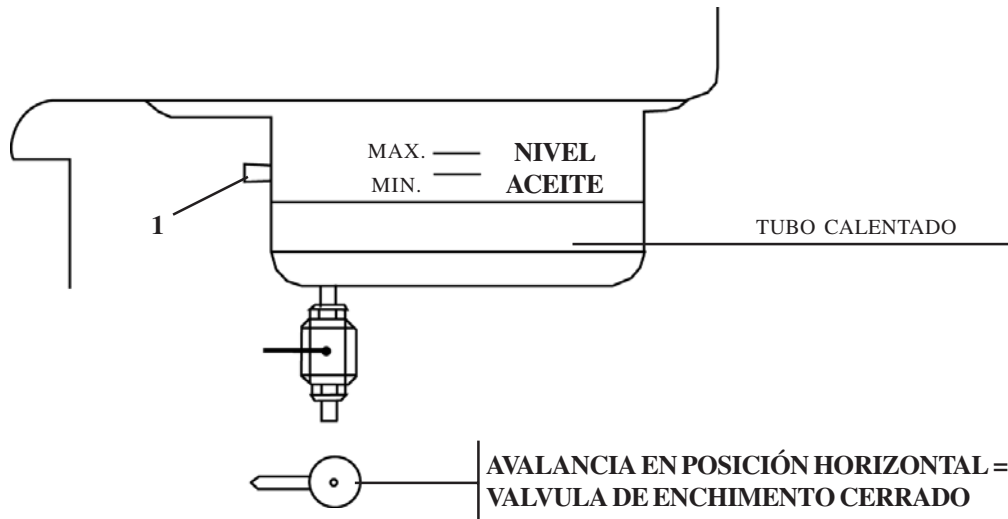

Fig. 8
- Sacar el tubo del casquillo (Fig. 8, pos. 1).
- ATENCIÓN: controlar bien la junta tórica (OR) de estanqueidad del gas.
LLENADO DEL RECIPIENTE (Fig. 8)